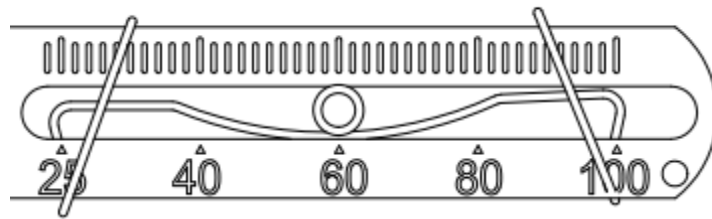

图15. 反馈杆 B 和传动销连接
- 对于反馈杆 A，使直行程安装支架⑦贴住执行器，反馈杆⑤的头部进入 U 型杆①。对于反馈杆 B，把传动销⑪插入到反馈杆 B 插槽内的固定弹簧上，如图 15 所示。调整位置，目测确认阀的主轴和反馈杆成直角。如无法成直角则按实际情况安装。